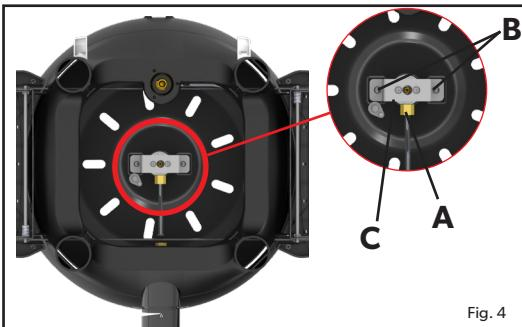
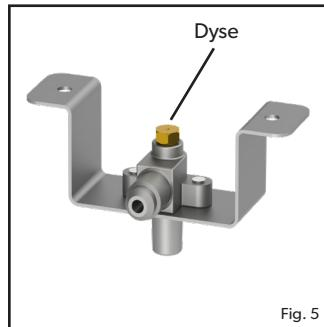

Fig. 4
Fig. 5
- Vi anbefaler å rengjøre eller skifte ut dysene hver sjette (6) måned for å sikre fortsatt effektiv drift av apparatet.
- For å fjerne dysen, fjern alle løse overflater fra enheten og snu baseheten opp ned. Bruk en passende skiftenøkkel, løsne mutteren (A) (fig. 4). Skru løs de 2 skruene (B) (fig. 4). Fjern brakettene (C) for å avdekke munnstykket. (Fig. 5). Fjern strålen med en passende skiftenøkkel. Ikke bruk tang på dysen, da dette kan skade dysen og gjøre den ubruklig eller umulig å fjerne. Skru den nye strålen inn i ventilen. Ikke stram for mye da dette kan skade strålen.